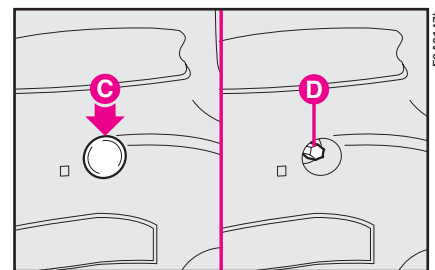

рис. 27
1) Изнутри автомобиля с помощью отвертки снимите верхнюю пластиковую крышку **C** (рис. 27), закрывающую крепежный болт **D** блока фонарей.